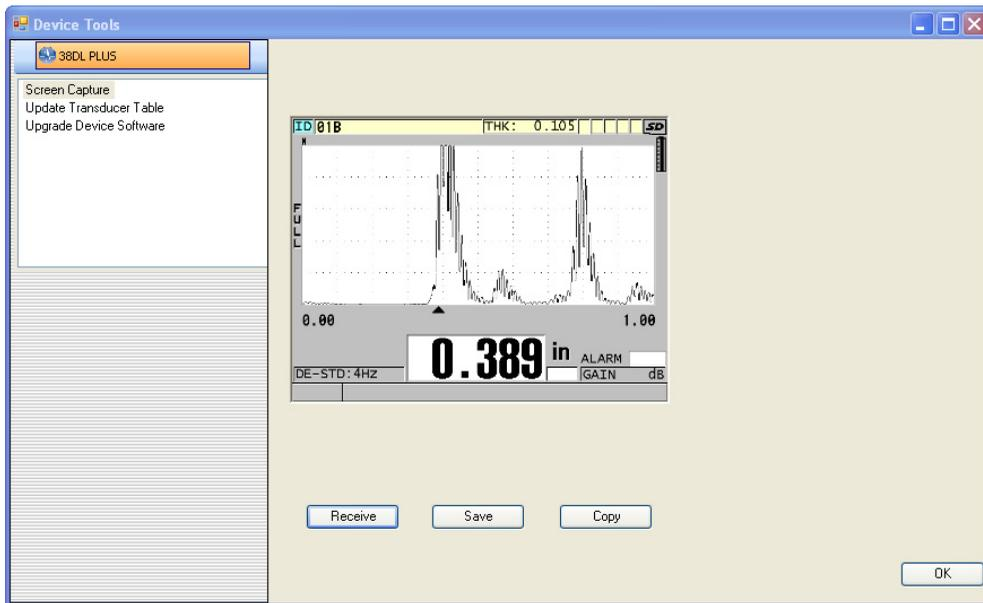

Abbildung 14-8 Dialogfeld Device Tools mit Bildschirmkopie
- b) Wählen Sie im Dialogfeld **Device Tools** (siehe Abbildung 14-8 auf Seite 286) das Element **Screen Capture** aus und klicken Sie dann auf **Receive**. Sobald die Datenübertragung beendet ist, wird die Bildschirmkopie eingeblendet.